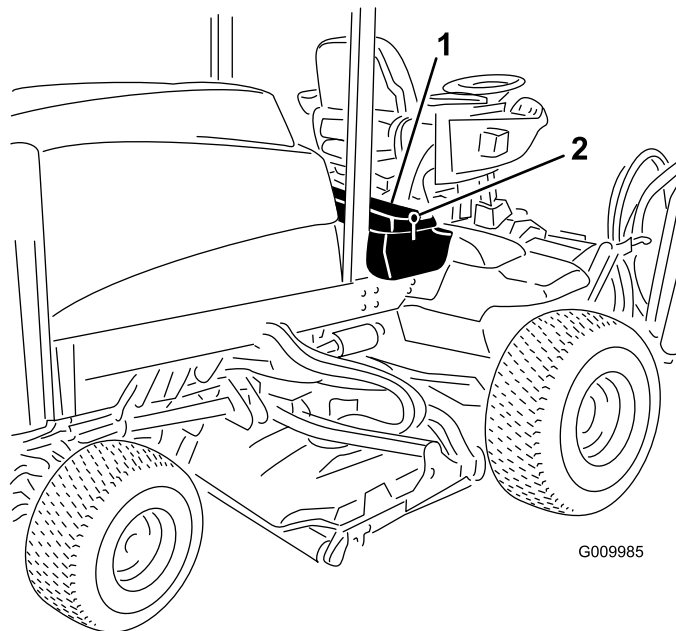
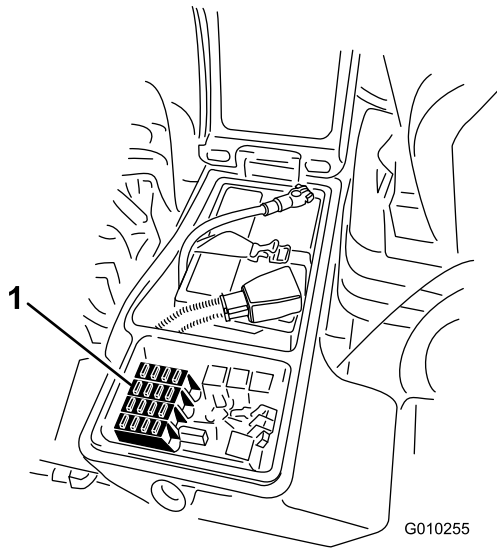

Figura 61
Figura 62
1. Afloje el enganche de la cubierta de la caja de almacenamiento derecha y eleve la cubierta (Figura 61).
1. Afloje el enganche de la cubierta de la caja de almacenamiento derecha y eleve la cubierta (Figura 61) para exponer el bloque de fusibles (Figura 62).
2. Sustituya el fusible o los fusibles abiertos tal y como sea necesario (Figura 62).
3. Cierre la cubierta de la caja de almacenamiento derecha y fíjela con el enganche (Figura 61).